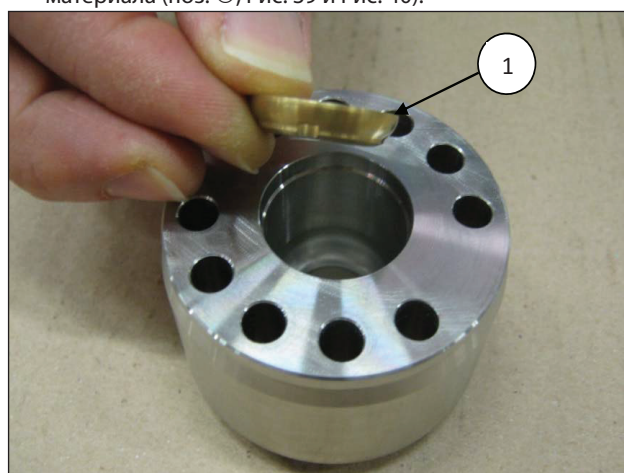
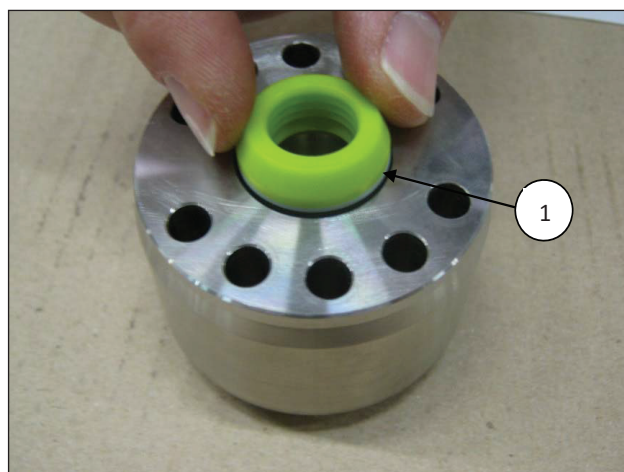
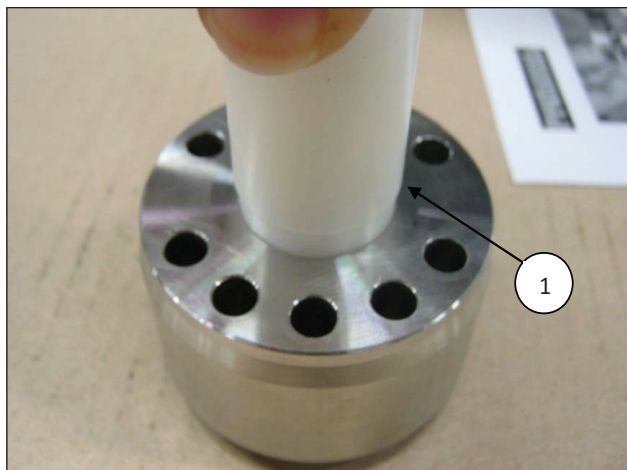

Рис. 38
Рис. 39
Рис. 40
- Вставьте в опору прокладок ВД кольцо торца (поз. ①, Рис. 38), а затем пакет ВД (высокого давления); ввиду наличия легкого натяга между уплотнением и опорой уплотнений ВД, во избежание повреждений рекомендуется применять калибр из пластикового материала (поз. ①, Рис. 39 и Рис. 40).
Уплотнение ВД нужно вставлять в опору, как показано на Рис. 39 и Рис. 41.